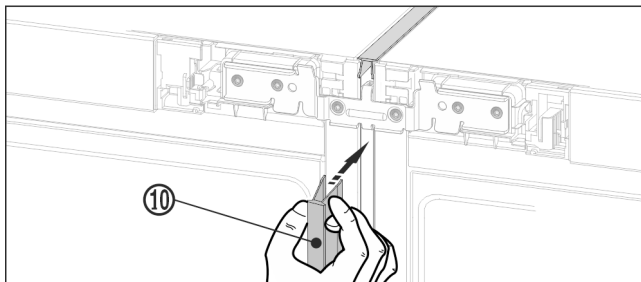

Fig. 25
- Auf der Vorderseite die lange Abdeckleiste Fig. 25 (10) in den vertikalen Spalt drücken. Darauf achten, dass die Leiste auf dem Verbindungsblech aufsteht.